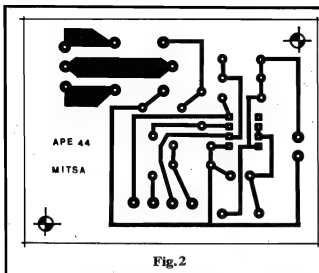

Fig. 2
- **FIG. 2 - LAY OUT DO CIRCUITO IMPRESSO ESPECÍFICO** - Sem muitos comentários... Simples, "descongestionado" (mas ainda assim tão compacto quanto possível), num desenho fácil de copiar e reproduzir pelas técnicas tradicionais ou avançadas de confecção... Para quem ainda não trabalhou com fibra de vidro, lembramos que toda a sequência de processos é **idêntica** à utilizada para placas de fenolite... Apenas um detalhe final: a furação (devido à natural "dureza" da fibra de vidro...) deve ser feita com brocas especiais, e em máquinas de alta rotação... No mais, todos os cuidados destinados às placas de fenolite **também** devem ser aplicados.
Em alguns casos, será conveniente uma pequena (e simples) modificação no próprio lay out do padrão cobreado/ilhas e pistas, de modo a já acomodar, diretamente sobre a placa, um **trim-pot** para ajuste "calibração" do período do MÓDULO (há espaço para isso, propositalmente "deixado" na placa - rever fig. 2 - canto inferior direito do lay out).